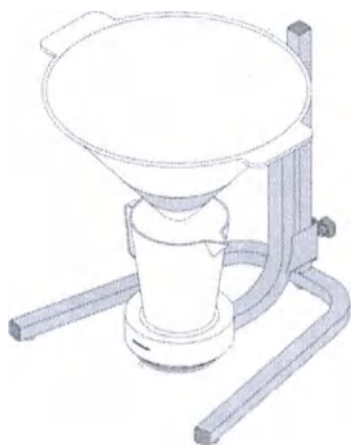

Рис. 30. Установка воронки, емкости для мочи и урофлоуметрического датчика на урофлоуметрическую стойку
1. Установите в зоне, выбранной для проведения обследования (см. раздел 2.3.1 «Требования и рекомендации к размещению оборудования»), урофлоуметрическую стойку. Присоедините к ней регулировочный винт. Закрепите с помощью невыпадающего винта урофлоуметрический датчик. Установите воронку на стойку и емкость для мочи на урофлоуметрический датчик (рис. 30).